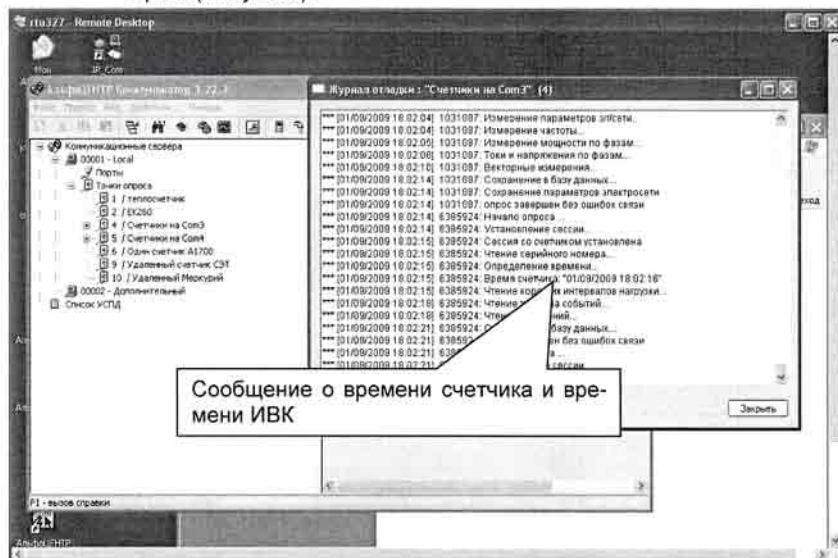

Рисунок 8. Сообщение о времени счетчика и времени ИВК.
- 6.4.4 В программе Коммуникатор АльфаЦЕНТР, вывести на экран диагностическое окно опроса контролируемой группы приборов (счетчиков или УСПД) с помощью команды "Журнал отладки", выделив, предварительно, контролируемую точку опроса.(Рисунок 8).